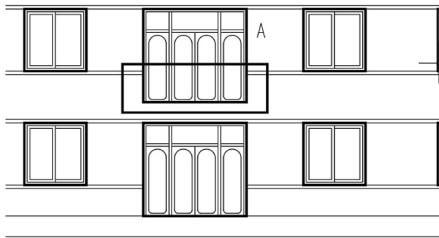

图 4.42 绘制出阳台的轮廓
(3) 启动【矩形】命令(快捷键 REC)。
① 在指定第一个角点或[倒角(C)/标高(E)/圆角(F)/厚度(T)/宽度(W)]:提示下,输入“W”后按 Enter 键。
② 在指定矩形的线宽<0.0000>:提示下,输入“50”后按 Enter 键,将矩形的线宽改为 50mm。
③ 在指定第一个角点或[倒角(C)/标高(E)/圆角(F)/厚度(T)/宽度(W)]:提示下,输入“@-600,-300”后按 Enter 键,指定矩形的第一个角点在相对坐标基点的左下部,水平向左偏移 600mm,垂直向下偏移 300mm。
④ 在指定另一个角点或[面积(A)/尺寸(D)/旋转(R)]:提示下,输入“@4200,1400”后按 Enter 键结束命令,结果如图 4.42 所示。4200mm 为阳台的长度,1400mm 为阳台栏板的高度 1100mm 加上封边梁的高度 300mm。